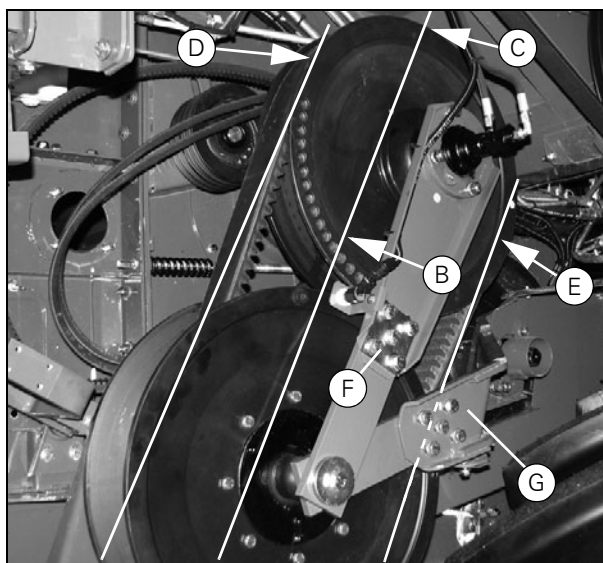

Рисунок 54
- Прижав прямолинейную планку к неподвижному полушкиву механического вариатора, как можно ближе к ступице, измерьте расстояние (B) до неподвижного полушкива гидравлического вариатора. При помощи прокладок отрегулируйте данное расстояние до 118 ± 2 мм, как описано в разделе 4.5.5 на стр. 130. Затем установите вариатор.
- Установив прямолинейную планку, как описано выше, измерьте расстояние до неподвижного полушкива гидравлического вариатора в точках (B) и (C). Если разница между результатами двух измерений превышает 2 мм, отрегулируйте длину опорного кронштейна в точке (F) (Рис. 54). (Диапазон регулировки длины составляет макс. ± 1 мм.)
- Прижав прямолинейную планку к неподвижному полушкиву механического вариатора на наружной части фланца (Рис. 54), измерьте расстояние от неподвижного полушкива гидравлического вариатора в точках (D) и (E). Если разница между результатами двух измерений превышает 2 мм, отрегулируйте длину опорного кронштейна в точке (G). (Диапазон регулировки длины составляет макс. ± 1 мм.)